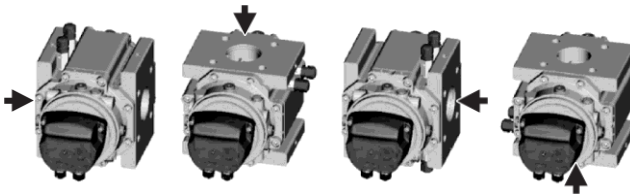

Рисунок 1. Робочі положення лічильників
1.6 Лічильники працюють у будь-якому робочому положенні (див. рис. 1): горизонтальному (напрямок потоку газу ліворуч-праворуч або праворуч-ліворуч); вертикальному (напрямок потоку газу зверху-вниз або низу-вгору).